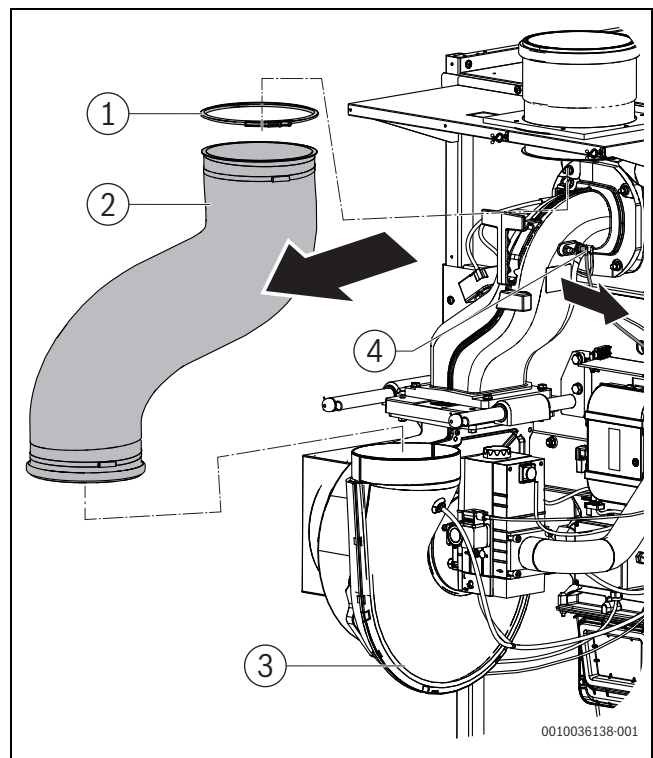

Fig. 59 Desapertar a mangueira de ar de alimentação (para a versão independente do ar ambiente)
- ▶ Desapertar o cabo de ligação do termóstato/dispositivo automático de ignição no coletor de mistura (→fig. 59).